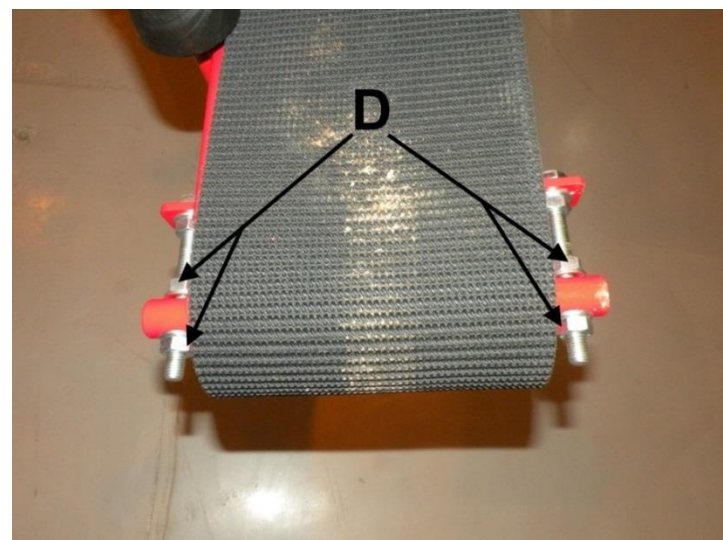

Abb. 29
9. Schwenken Sie den Förderer zurück in die Arbeitsposition, spannen Sie das Band mit den Stellmuttern D und richten Sie es aus (Abb. 29).